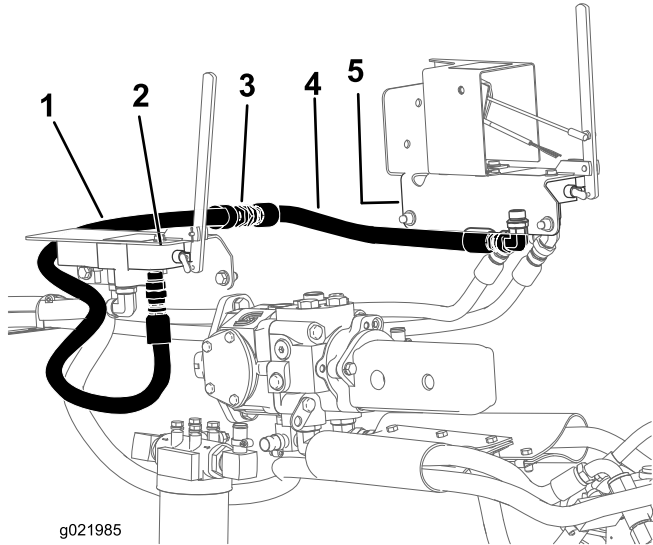

Figura 21
- Conecte la manguera C (36 pulgadas) entre acoplamiento recto (conector de entrada) de la válvula de control de la Hydra Borer (Figura 14) y el conector de manguera de la manguera D (Figura 21).